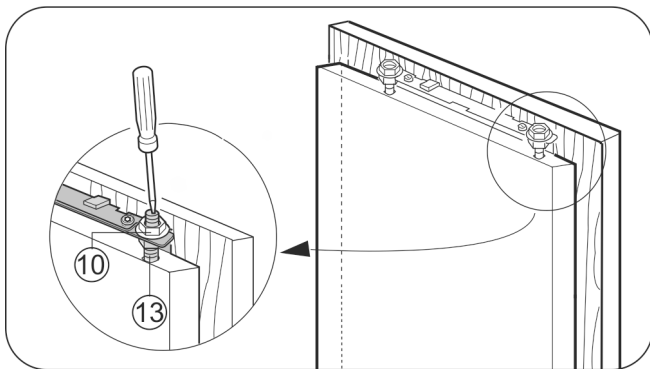

Fig. 22
- ▶ Pojistné matice Fig. 22 (10) dotáhněte šestihřanným klíčem 13, přitom přidržujte stavitelné čepy Fig. 22 (13) na protější straně šroubovákem.